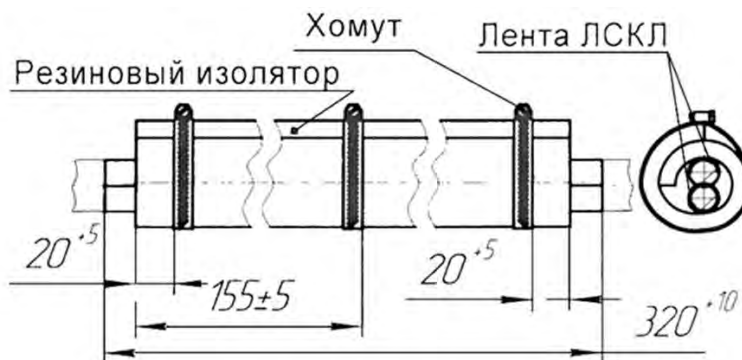

Рис.2. Изолятор подрельсовый ИП
- установить резиновый изолятор на перемычку через прорезь на нём охватив оба провода одновременно (см. рис.2);